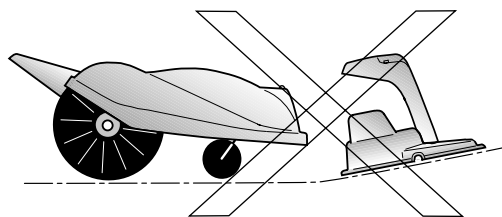

Fig.2
- Laddstationen ska stå plant i förhållande till klipparen (fig. 2).